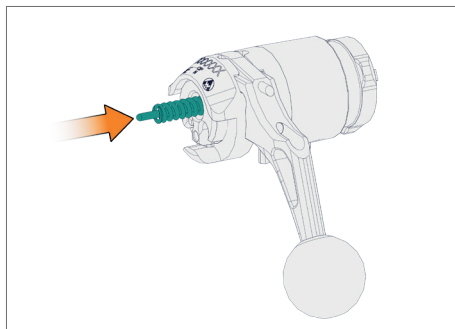

Abb. 13
- Signalstift und Schlagstückfeder in den Verschluss einsetzen (Abb. 13).